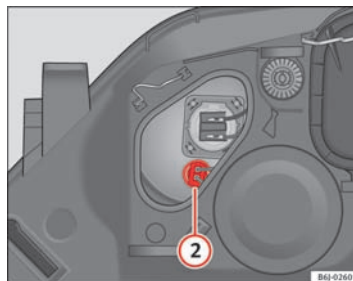

Fig. 150 Positionslens
- Træk stikket ⇒ Fig. 150 ② udad og af.